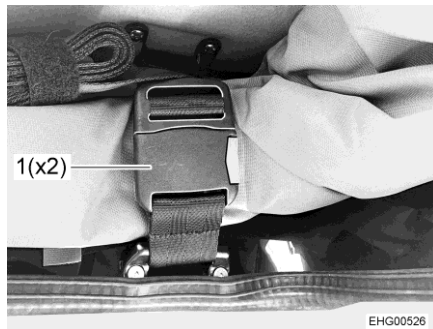

Bild 68 Bärtlås
- Öppna båda bärtlåsen (Bild 68,1).